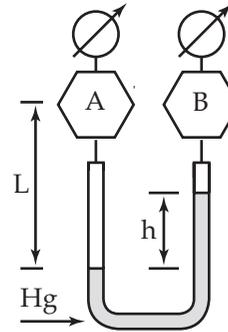

Figura Ep1.7
**Ep1.7** Os tanques A e B ilustrados na Figura Ep1.7 contêm, respectivamente,
**Ep1.8** Os tanques A e B ilustrados na Figura Ep1.7 contêm, respectivamente, água e etanol. Sabendo que a temperatura ambiente é igual a 20°C, que a altura  $L$  é igual a 1,8 m e que a pressão manométrica em A é igual a 200 kPa, determine a pressão manométrica em B para que a deflexão do manômetro,  $h$ , seja nula.